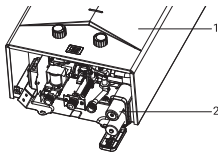

Рис. 1.
- Перед включением водонагревателя необходимо установить батарейки (рис. 1).
- Отсек для батареек (1) находится в нижней правой части водонагревателя. Для доступа к нему снимать кожух не нужно.